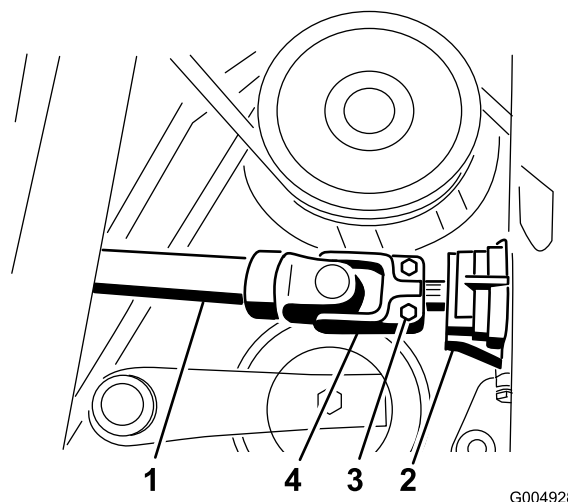

Figure 103
12. Enlevez la goupille cylindrique et desserrez les deux vis qui fixent l'arbre d'entraînement à l'arbre du boîtier d'engrenages (Figure 103). Détachez l'arbre d'entraînement de l'arbre du boîtier d'engrenage.